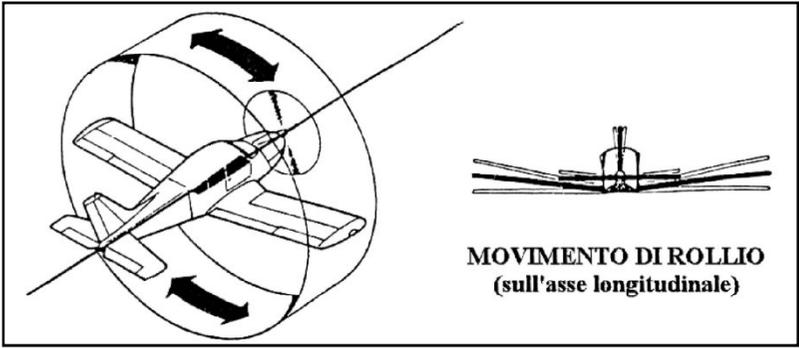

FIG. 14 – ROLLIO
b) Cloche a destra: alettone di sinistra abbassato (aumenta la curvatura e, quindi, la portanza della semiala sinistra), mentre si alza quello di destra (diminuisce la portanza della semiala destra). La rotazione sarà a destra. **FIG. 14**